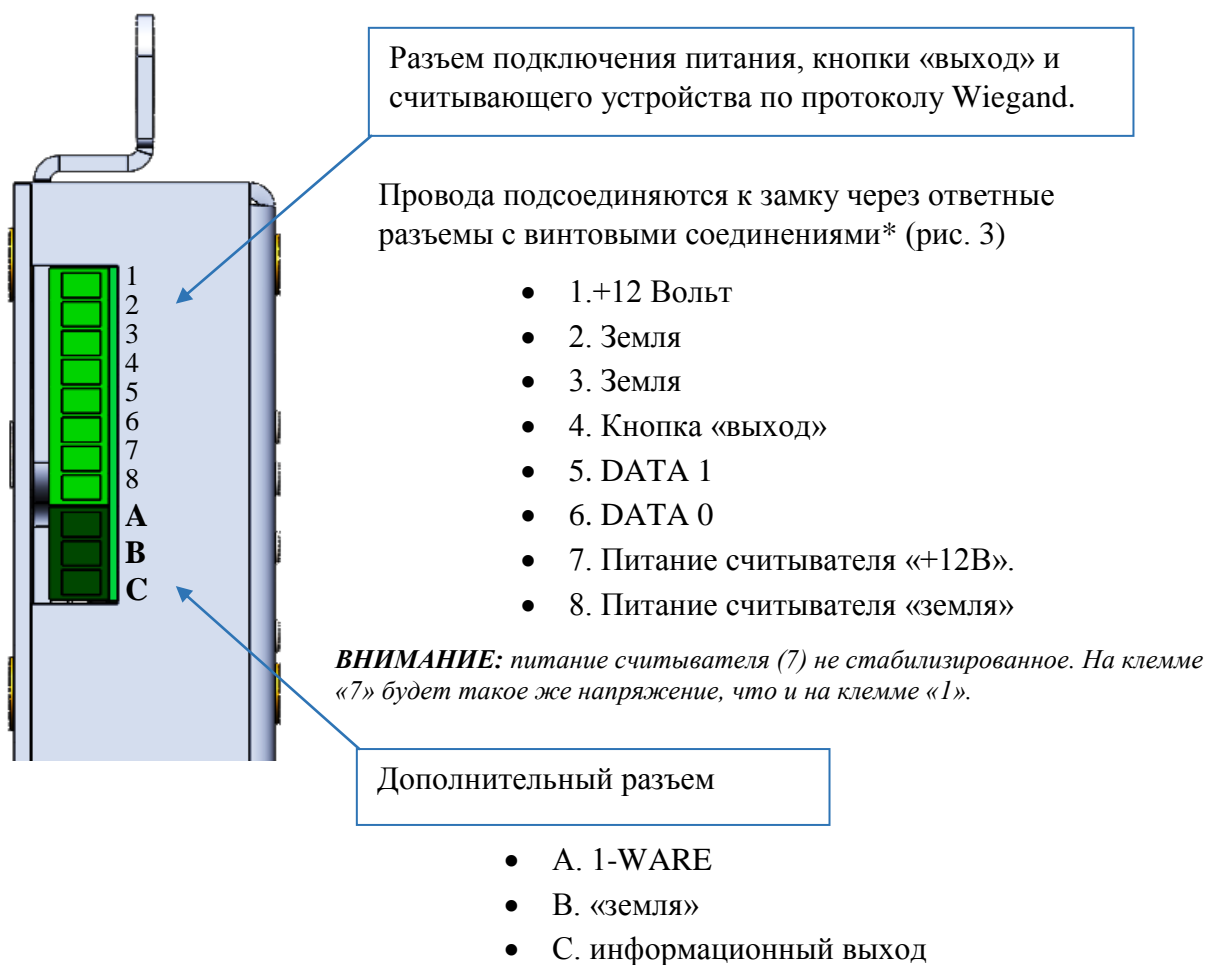

Рис.2
**Информационный выход** – при полностью выдвинутых ригелях на выходе «С» (рис. 2) – «земля». Может использоваться как для снятия информации о состоянии замка охранными системами, так и для подключения индикации считывателя в положении замка «закрыт». При неактивном состоянии на выходе +5В, при активном 0В. Входное сопротивление должно быть  $\geq 10\text{кОм}$ .
Подсоединить к замку провода от считывателя, кнопки «выход», питания замка, как на рис.2. Подайте питание на замок.